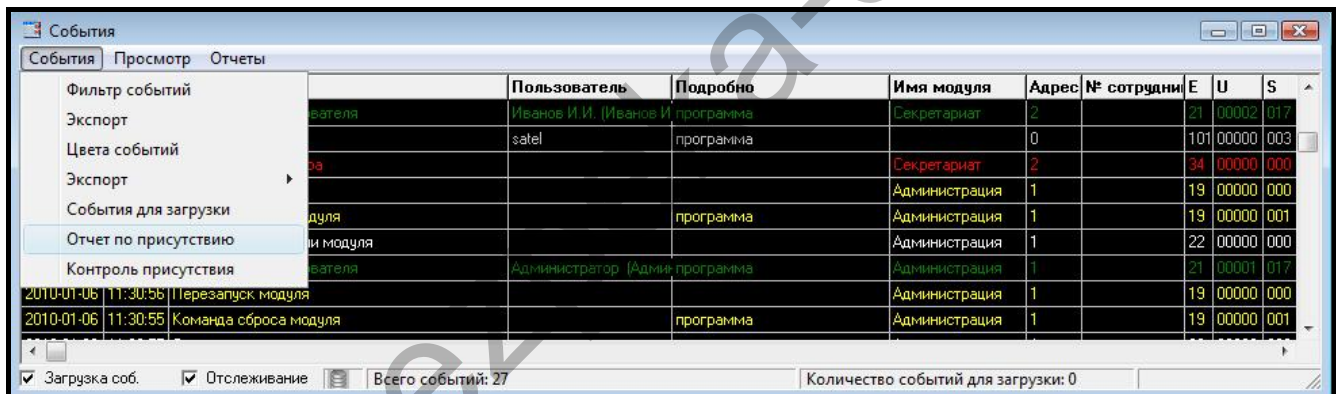

Рис. 34. Запрос ОТЧЕТ ПО ПРИСУТСТВИЮ в окне СОБЫТИЯ.
- в главном меню необходимо выбрать запрос / кнопку СОБЫТИЯ, и в окне, которое откроется выбрать из меню СОБЫТИЯ, а в нем ОТЧЕТ ПО ПРИСУТСТВИЮ (см.: рис. 34);
- в главном меню выбрать запрос / нажать кнопку **СОБЫТИЯ**, затем в открывшемся окне выбрать из меню запрос **СОБЫТИЯ**, а в нем **КОНТРОЛЬ ПРИСУТСТВИЯ** (см.: рис. 34);